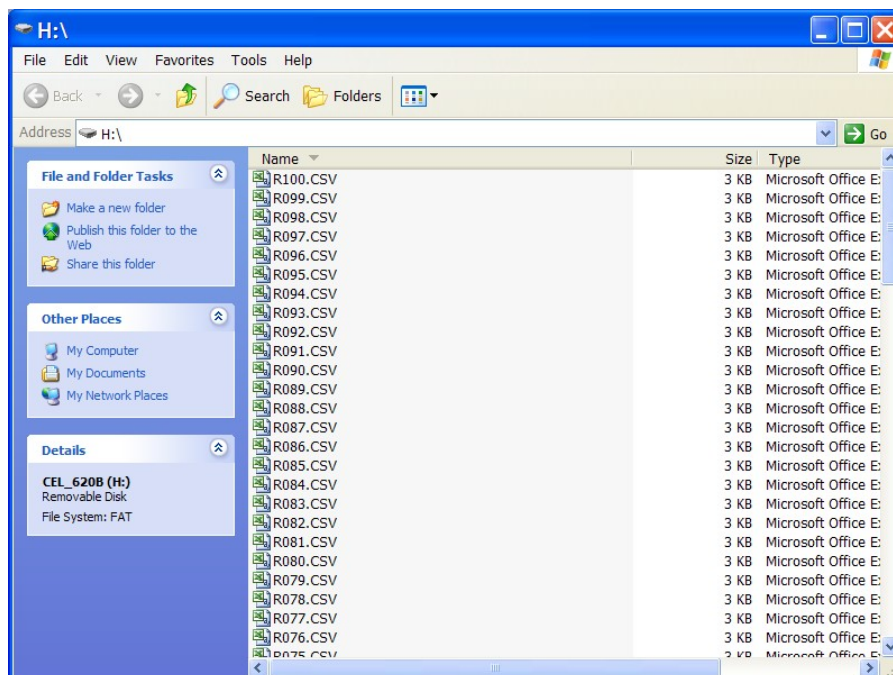

Figura 16 Archivos de Datos de Mediciones
I. EXTRACCIÓN DE DATOS (Consultar la Figura 16)